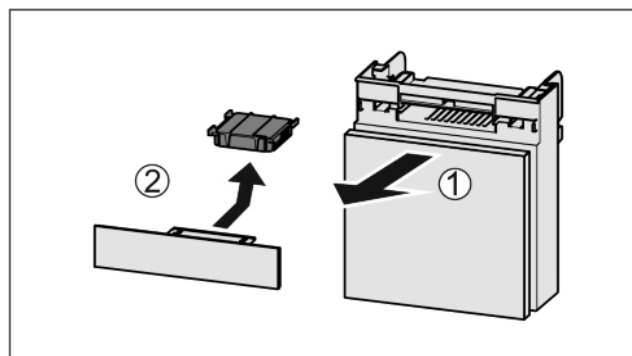

Fig. 51
- ▶ Extraire le compartiment par l'avant Fig. 51 (1).
- ▶ Sortir le filtre à charbon actif Fig. 51 (2).